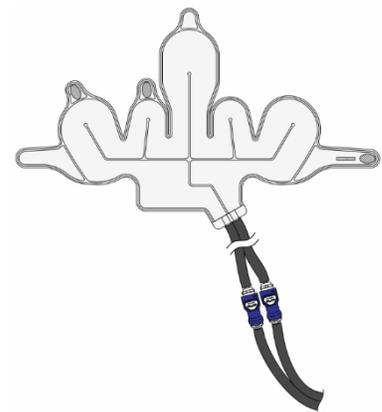

Figure 12. Enveloppe de refroidissement connectée au tuyau de thérapie
3. L'appareil invite l'utilisateur à connecter l'enveloppe de refroidissement au tuyau de thérapie. L'enveloppe de refroidissement se connecte au tuyau de thérapie en reliant les deux connecteurs comme illustré à la figure 12. Appuyer sur PROCEED (POURSUIVRE).